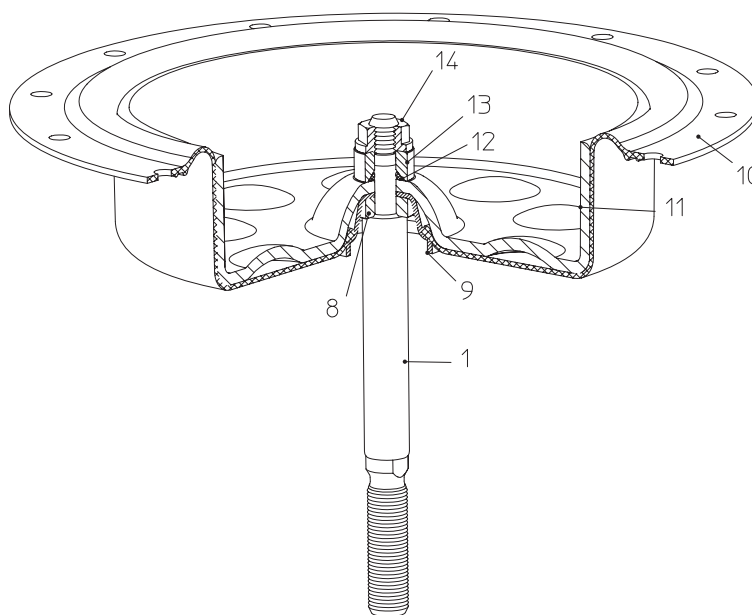
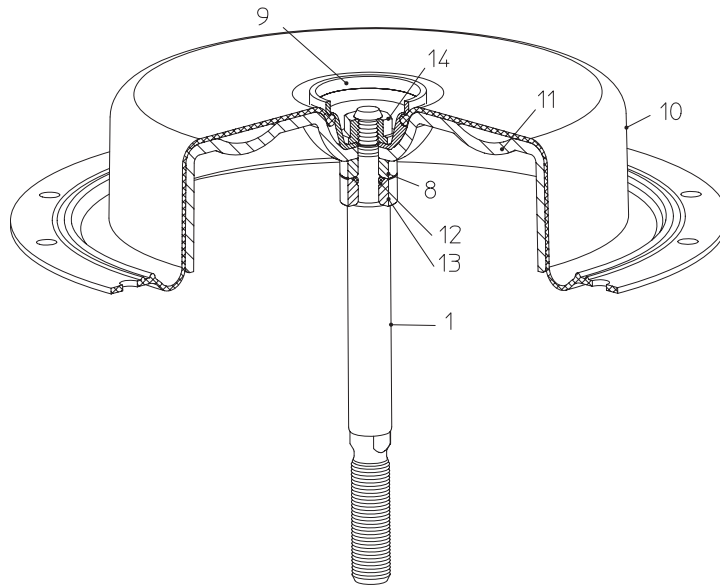
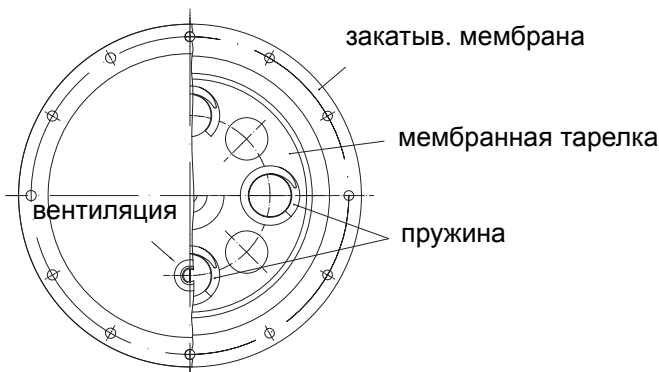

Рис. 21: „шпindel привода выдвигается за счет силы пружины“
Рис. 22: „шпindelь привода втягивается за счет силы пружины“
Рис. 23
- При установке узла в привод с принципом действия “шпindelь привода выдвигается за счет силы пружины” выпуклость мембранной тарелки (11) должна располагаться на одной линии с отверстием в закатывающейся мембране (10) и находиться точно над воздушным патрубком в днище мембраны (7) (Рис. 21 и Рис. 23).
- При установке узла в привод с принципом действия “шпindelь привода втягивается за счет силы пружины” выпуклость мембранной тарелки (11) должна располагаться на одной линии с отверстием в закатывающейся мембране (10) и находиться точно над воздушным патрубком в кожухе мембраны (18) (Рис. 22 и Рис. 23).
- Установите пружины (15) в центрирующие элементы мембранной тарелки (11).
- Следите за правильной посадкой пружин! (см. Рис. 23!)
- Уложите кожух мембраны (18) на пружины (15) и закрепите винтами.
- Установите мембранную тарелку (11) и закатывающуюся мембрану (10) в кожух мембраны (18).
- Насадите днище мембраны (7) вместе с направляющей (3) на шпиндель (1) и закрепите винтами. (момент затяжки см. п. 8.1)